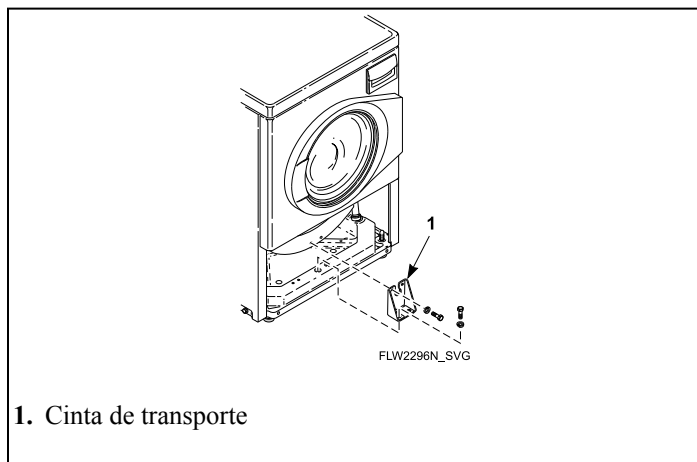

Figura 38
4. Fixe a braçadeira de transporte ao peso e à base com quatro parafusos e arruelas. Consulte a *Figura 38*.